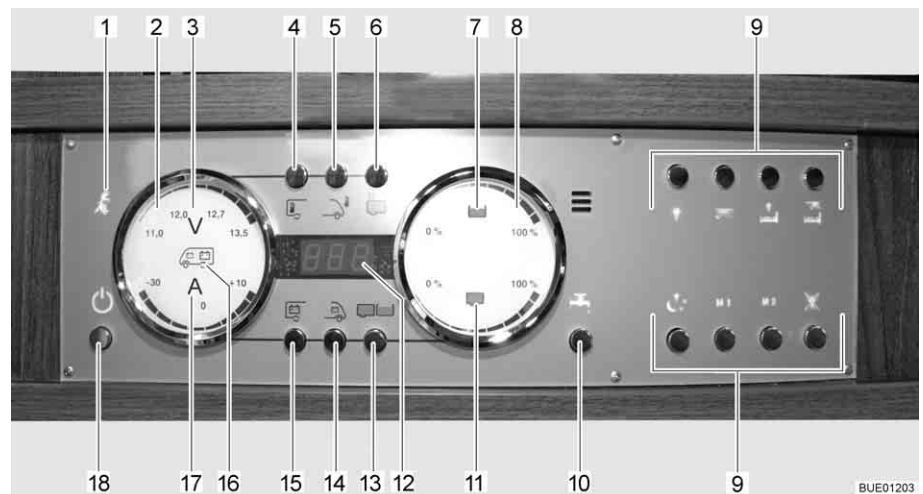

Fig. 133 Panel LT 510
Se enciende la luz de control de 230 V (Fig. 133,1) cuando hay tensión de red en la entrada del bloque eléctrico.
El interruptor principal de 12 V (Fig. 133,18) conecta y desconecta el panel y la alimentación de 12 V del habitáculo.
- Pulsar la tecla de la alimentación de 12 V (Fig. 133,18) brevemente. La alimentación de 12 V del habitáculo está conectada. La visualización de control "12 V" está encendida.
- ▷ En caso de que después de la conexión parpadeen tanto el LED "11,0" de la visualización de voltios así como el símbolo Voltios "V" (Fig. 133,3) en el instrumento indicador Baterías (Fig. 133,2), será demasiado baja la tensión de la batería del habitáculo. Cargar la batería.
- ▷ En caso de que después de la conexión parpadeen tres veces la visualización de control 12 V y el símbolo Voltios V (Fig. 133,3), estará activada la separación de batería. Desactivar la separación de batería.
- Pulsar la tecla de la alimentación de 12 V (Fig. 133,18) brevemente. La alimentación de 12 V del habitáculo está desconectada. La visualización de control "Alimentación de 12 V" se apagará.
- Pulsar la tecla Batería del habitáculo (Fig. 133,15) y mantenerla pulsada aprox. 10 segundos. El símbolo Voltios "V" (Fig. 133,3) y la visualización de control "12 V" parpadearán tres veces. La batería del habitáculo está separada de la red de a bordo de 12 V.
- Pulsar la tecla de la alimentación de 12 V (Fig. 133,18) y mantenerla pulsada aprox. 5 segundos. El símbolo Voltios "V" (Fig. 133,3) y la visualización de control "12 V" parpadearán tres veces. La batería del habitáculo está conectada a la red de a bordo de 12 V. La visualización de control estará encendida durante aprox. 5 segundos.
- Pulsar la tecla Batería del habitáculo (Fig. 133,15). El símbolo Voltios "V" (Fig. 133,3) estará encendido. Según la carga o la descarga, el símbolo Amperios "A" (Fig. 133,17) estará iluminado de color blanco o rojo. La tensión de la batería y la corriente de la batería del habitáculo se visualizan a través de LEDs en el instrumento indicador.
- Pulsar la tecla Batería del motor de arranque (Fig. 133,14). El símbolo Voltios "V" (Fig. 133,3) estará encendido. La tensión de la batería del motor de arranque es visualizada a través de LEDs en el instrumento indicador.
- Pulsar la tecla Depósitos (Fig. 133,13). Los símbolos Depósito de agua (Fig. 133,7) y Depósito de aguas residuales (Fig. 133,11) estarán encendidos. Los niveles de llenado del depósito de agua (escala superior) y del depósito de aguas residuales (escala inferior) serán visualizados a través de LEDs en el instrumento indicador.
El símbolo Depósito de agua (Fig. 133,7) o el símbolo Depósito de aguas residuales (Fig. 133,11) parpadeará si el depósito de agua está vacío o el depósito de aguas residuales está lleno.
A través del visualizador digital (Fig. 133,12) es posible visualizar la temperatura interior y la temperatura exterior.